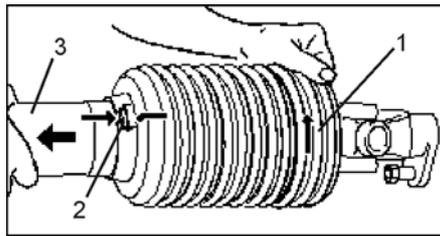

Fig. 9
- Dévissez la vis d'arrêt (Fig. 9/1).
- Faites pivoter le bol (Fig. 9/1) en position de montage (Fig. 9/2).
- Retirez les demi-protecteurs (Fig. 9/3).